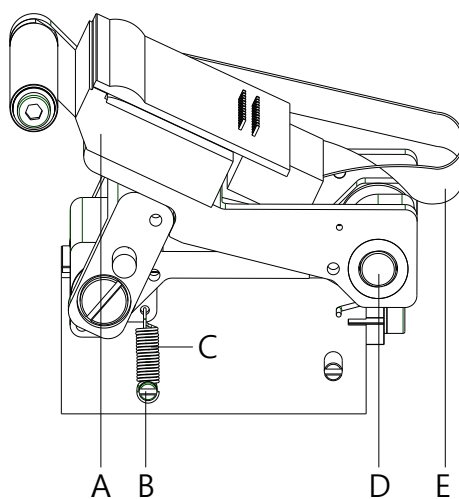

Figure 19
3. Déconnecter le câble (E, Figure 19) de la tête d'impression (A, Figure 19).